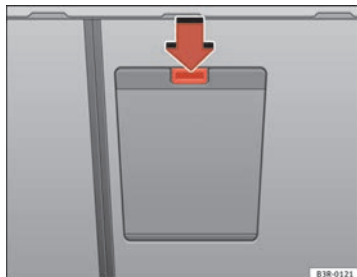

Abb. 117 Ausschnitt der Rückbank von hinten: Deckel der Durchladeeinrichtung
- Drücken Sie die Entriegelungstaste für den Deckel des Durchladesacks ⇒ Abb. 117 -Pfeil- und schwenken Sie ihn nach unten.